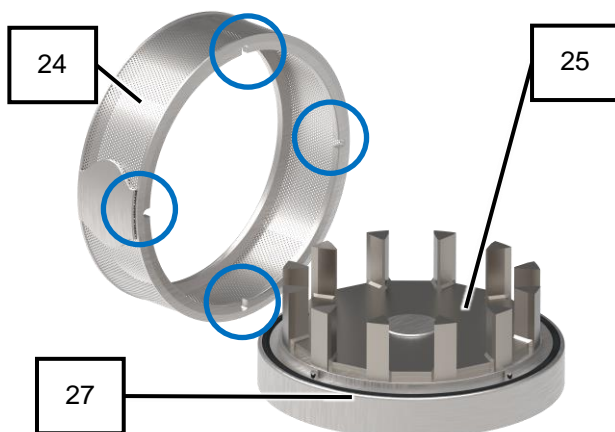

Рис. 21: кольцевое сито и ротор
8. Установите ротор (25) вокруг вала ротора (11) через лабиринтный диск (27).
9. Убедитесь, что захват правильно вставлен в паз на валу ротора (11).
10. Установите кольцевое сито (24) с установленным ротором (25) в кассету (26) (Рис. 21).
11. Убедитесь, что защита от проворачивания правильно вставлена в паз (Рис. 21).